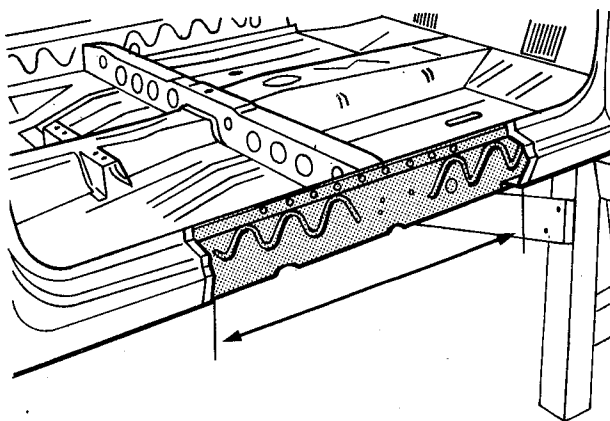

fig. 114
3. Determinar a dimensão do novo painel através da abertura do painel da soleira. Transportar essa dimensão à nova peça, deixando de 20 a 24 mm de material extra, para sobreposição (fig. 114)